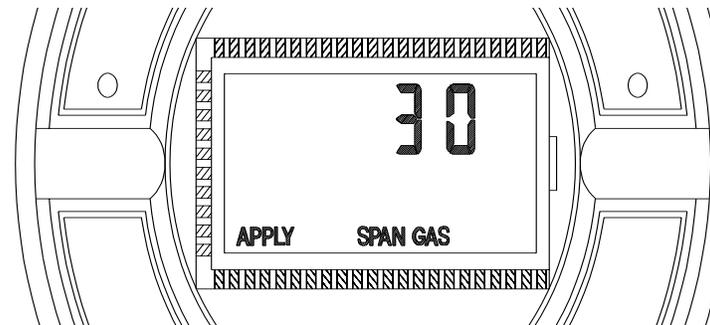

Figura 8. Pantalla de aplicación de gas de medición
- La bandera **APPLY ZERO GAS** (FIGURA 8)